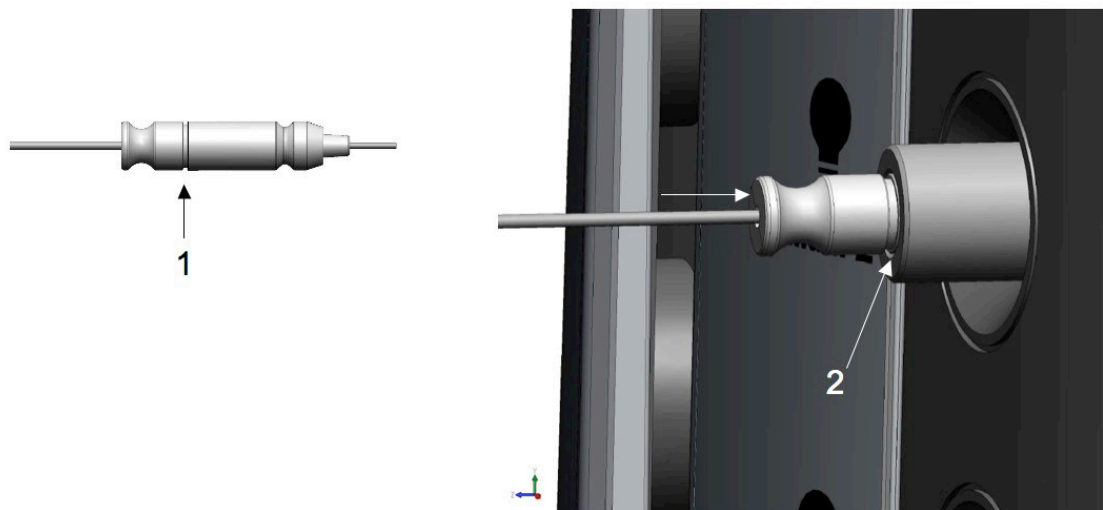

Figura 4.7. Conexión del conector de fibra óptica al puerto de iluminación.
1. Conecte el iluminador de fibra óptica al puerto deseado (consulte Figura 1.24). Empuje el conector hacia el interior del puerto hasta que la ranura del conector esté alineada con la superficie frontal del receptáculo del puerto. Consulte Figura 4.7. (Enfermero instrumentista o enfermero de quirófano)